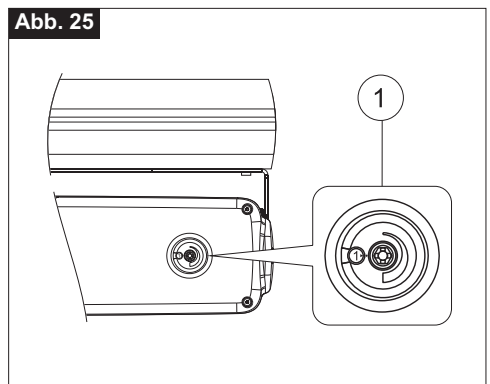

Abb. 26
- 2) **Abb. 26-** Mit einem Stift die Mittellinie "Y" des Fensterrahmens ziehen;